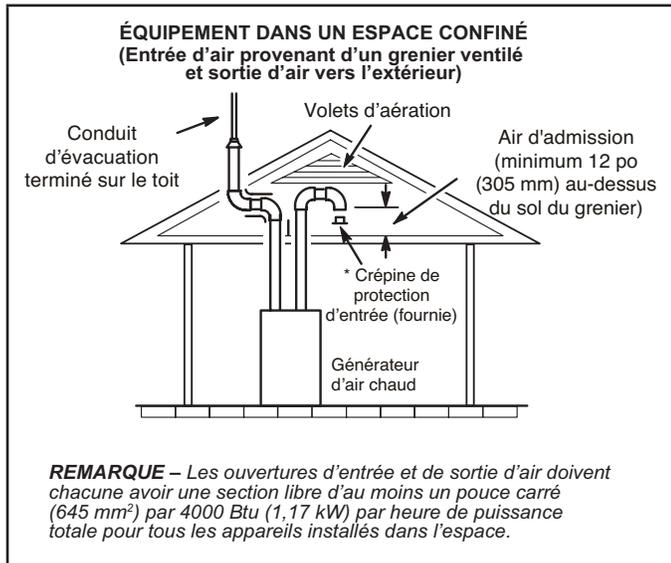
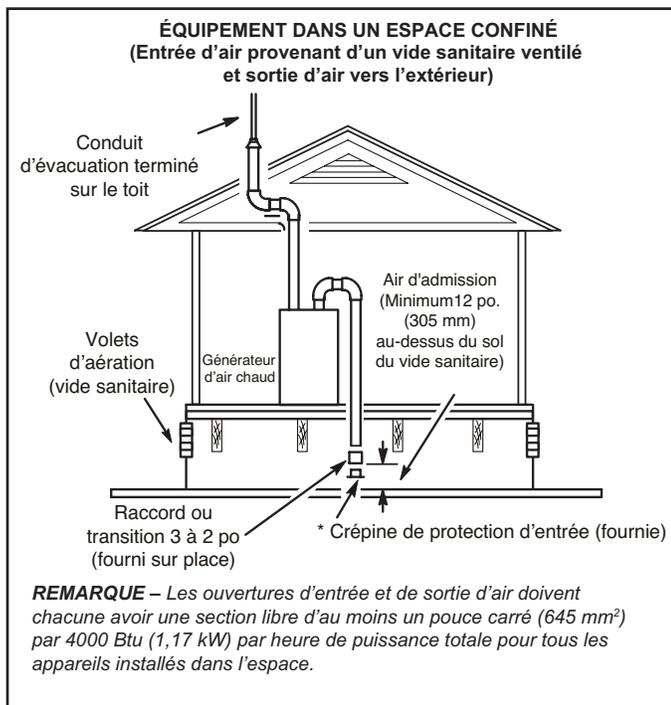

FIGURE 29
FIGURE 30
- 2 - Si l'air d'admission est aspiré d'un comble ventilé (FIGURE 29) ou d'un vide sanitaire ventilé (FIGURE 30), la longueur de l'évacuation ne doit pas dépasser celle indiquée au TABLEAU 6. Si un tuyau de 3 po de diamètre est utilisé, réduisez-le à 2 po de diamètre pour pouvoir installer la crépine anti-résidus.